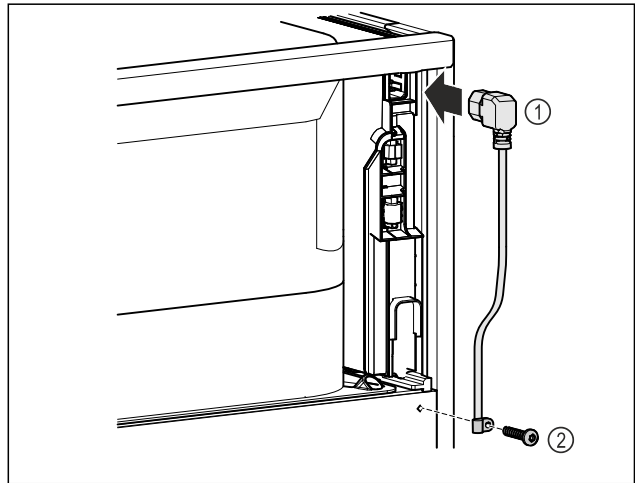

Fig. 8
- Inserire la presa del frigorifero del cavo di alimentazione Fig. 8 (1) sul retro dell'apparecchiatura.
- Montare il serracavo. Fig. 8 (2)